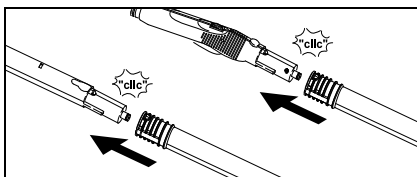

Abb. 7
- Bei Bedarf die Verlängerungs­rohre (G1) verwenden. Dazu ein bzw. beide Ver­längerungs­rohre auf die Dampf­pistole (C1) montieren (siehe Abb.7). Benötigtes Zubehör (D1, E1,F1,H1) auf das freie Ende des Ver­längerungs­rohres schieben.